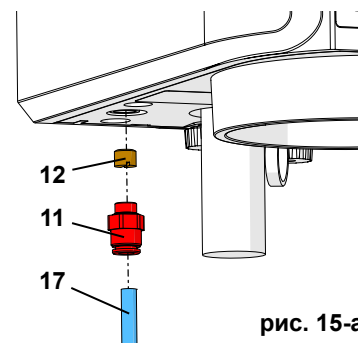

рис. 15-а
**Входной фильтр вставлен, перед гнездом для подключения сжатого воздуха (рис. 15-б)**
- ⇒ Передвинуть вверх кольцо на входном фильтре (12) и отсоединить шланг сжатого воздуха (17).
- ⇒ Передвинуть вверх кольцо на штуцере для сжатого воздуха (11) и снять входной фильтр (12).